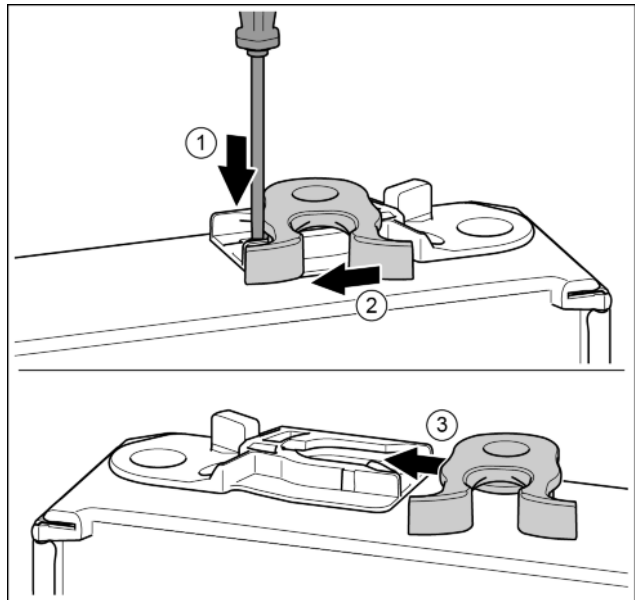

Fig. 18\*
- ▶ Lasche mit Schlitzschraubendreher nach unten drücken.\* Fig. 18 (1)
- ▶ Schließhaken aus Führung ziehen.\* Fig. 18 (2)
- ▶ Schließhaken auf anderer Seite in Führung schieben.\* Fig. 18 (3)